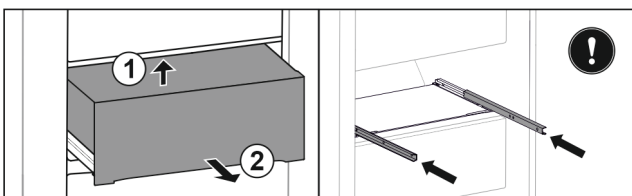

Fig. 37
- ▶ Приподнимите выдвижной ящик сзади снизу. Fig. 37 (1)
- ▶ Извлеките выдвижной ящик движением вперед. Fig. 37 (2)